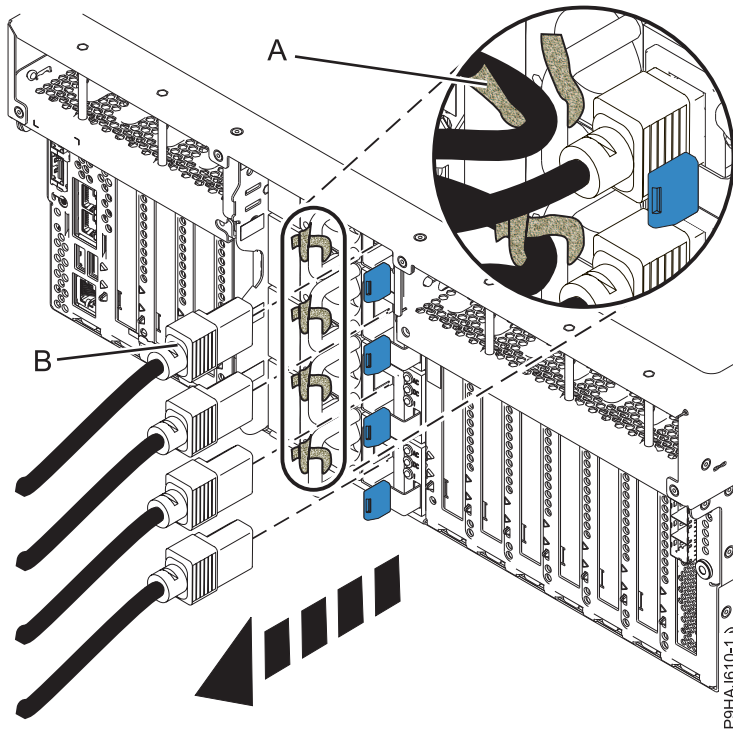

Abbildung 72. Netzkabel von einem Einschubserver abziehen
3. Kennzeichnen Sie die Netzkabel und ziehen Sie sie von der Systemeinheit ab. Siehe Abb. 72 auf Seite 96 oder Abb. 73 auf Seite 97.